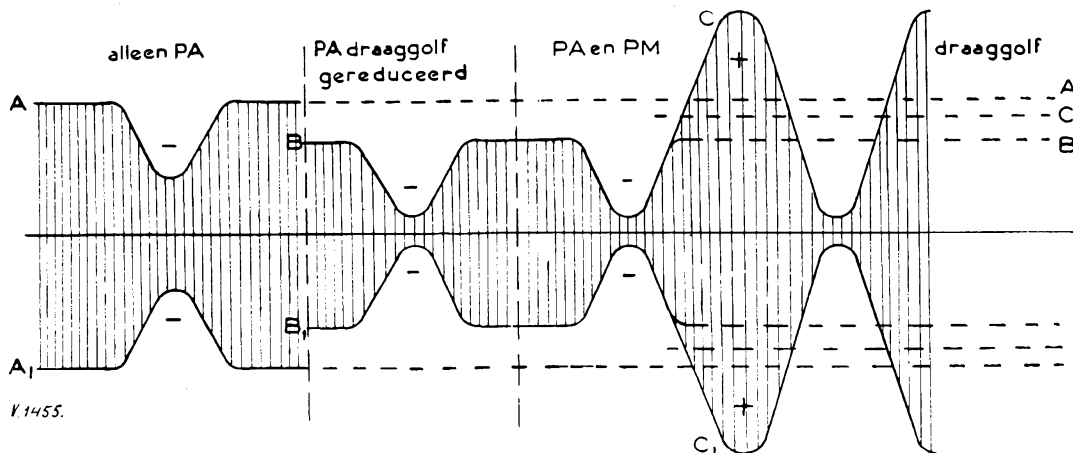

Fig. 2. Draaggolf, ter verduidelijking ontleed.
Als over de gehele secundaire winding van de trafo 200 V verschijnt, krijgen de roosters van PA en PM resp. 100 en 200 volt (zie fig. 2, Juni-nummer, resp. Q en P). De 200 V drukt de PM open op het moment dat deze LF-spanning positief is, terwijl de 100 V hetzelfde zou doen bij de PA. Dit alles is reeds eerder aangehaald.
Zouden we nu de PA met de 100 V laagfrequent gaan moduleren dan zal het positieve LF de plaatstroom niet over het zojuist ingestelde verzadigingspunt heen kunnen werken. De negatieve halve perioden zullen echter de plaatstroom doen terugvallen. De aldus verkregen draaggolf ziet eruit als A in fig. 2. Dit zijn de negatieve modulatie-gedeelten en de draaggolf.
2. Wat de eigen gedragingen van de PM betreft, levert deze met zijn 30 à 40 mA plaatstroom de positieve modulatie tot aan C, C_1 (fig. 2).